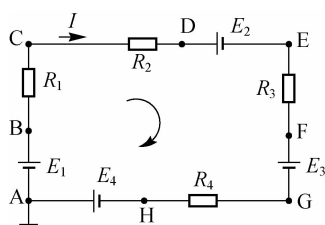

图 2-31 例 2-10 的电路图
例 2-10 如图 2-31 所示,已知 $R_1 = R_2 = R_3 = R_4 = 10 \Omega$, $E_1 = 12 \text{ V}$, $E_2 = 9 \text{ V}$, $E_3 = 18 \text{ V}$, $E_4 = 3 \text{ V}$,用基尔霍夫定律求回路中的电流及 E、A 两端的电压。
解 (1)电路为单回路,电路中各元件通过同一电流 I (参考方向如图 2-31 所示),按顺时针绕行方向,列出 KVL 方程为 $-E_1 + IR_1 + IR_2 + E_2 + IR_3 + E_3 + IR_4 - E_4 = 0$,即